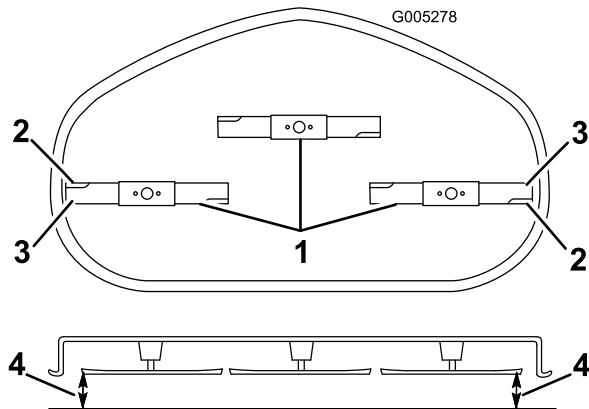

Figure 41
5. Tournez prudemment les lames pour qu'elles soient parallèles dans le sens transversal (Figure 41). Mesurez la distance entre les tranchants extérieurs et le sol plat (Figure 41). Si les deux mesures diffèrent de plus de 5 mm, un réglage s'impose. Poursuivez la procédure.
6. Mesurez la distance entre les tranchants extérieurs et le sol plat (Figure 41). Si les deux mesures diffèrent de plus de 5 mm, un réglage s'impose. Poursuivez la procédure.